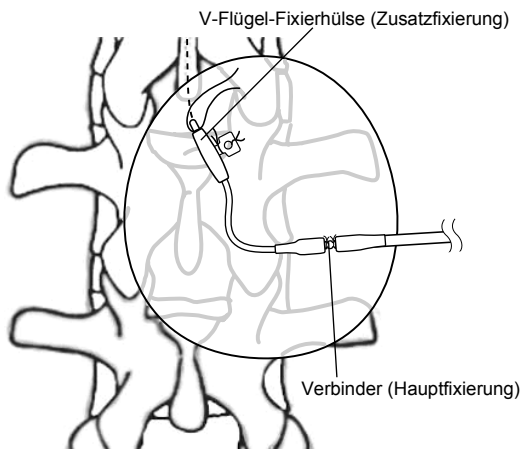

Abbildung 11. Fixieren des Katheters
10. An den beiden Kerben in der Mitte des Verbinders NÄhte aus starkem, nichtresorbierbarem Nahtmaterial anlegen und den Verbinders damit an der Faszie fixieren (Abbildung 11 auf Seite 56).